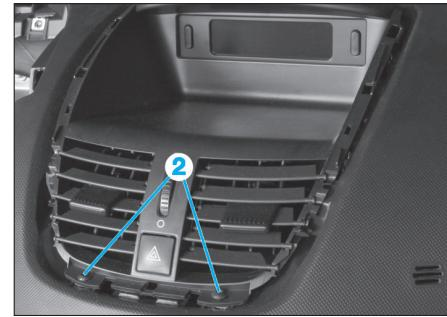

Fig. 10
- Déposer les vis Torx de 20 (2) puis dégrafe l'en-tourage de l'afficheur central (Fig.10).